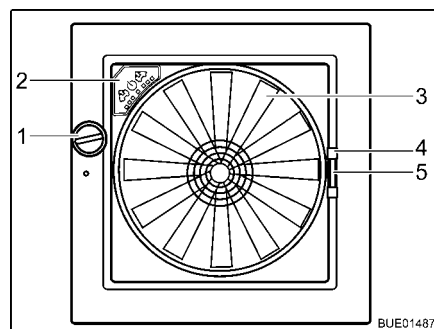

Fig. 75 Oblò Omni-Vent
- Apertura:* ■ Ruotare la manopola (Fig. 75,1), finché non si raggiunge l'angolo di apertura desiderato.
- Chiusura:* ■ Ruotare la manopola (Fig. 75,1), finché l'oblò non è completamente chiuso.
- Chiusura:* ■ Tirare la protezione contro gli insetti per la maniglia (Fig. 75,4) verso il lato opposto del telaio.
- Chiusura:* ■ Serrare la maniglia (Fig. 75,5) dell'oscurante.
Se l'oblò è aperto, l'abitacolo può essere ventilato e sfiato con il ventilatore a 6 stadi (Fig. 75,3). Il ventilatore si controlla dal quadro di comando (Fig. 75,2).